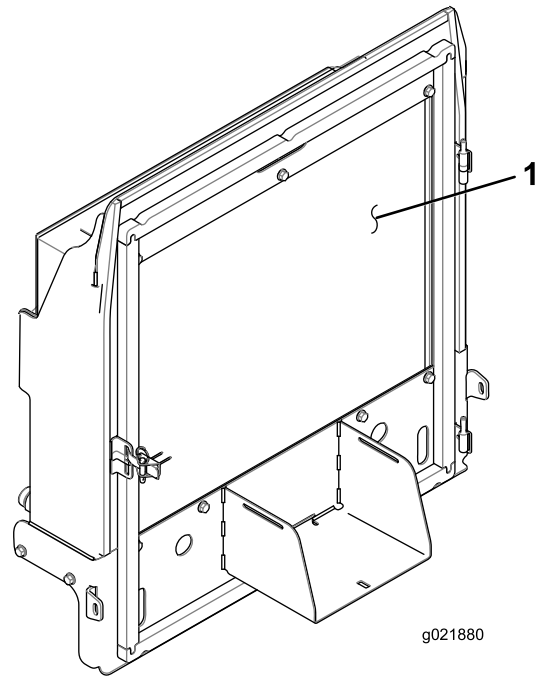

図 137
4. オイルクーラ/ラジエターの裏表を圧縮空気ですっきりと清掃する **図 137**。